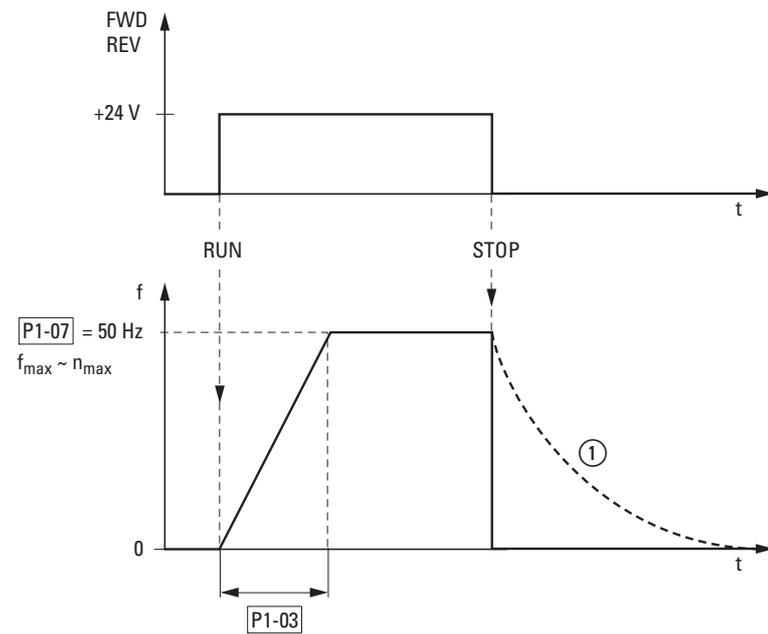

Abbildung 90: Start-Stopp-Befehl bei maximaler Sollwertspannung
Abbildung 90 zeigt beispielhaft den Verlauf, wenn das Freigabesignal (FWD/REV) angeschaltet wird und die maximale Sollwertspannung (+10 V) anliegt. Der Motor folgt in seiner Drehzahl der Ausgangsfrequenz, in Abhängigkeit vom Last- und Trägheitsmoment (Schlupf), von 0 bis  $n_{\text{max}}$ .
Wird im Betrieb das Freigabesignal (FWD, REV) abgeschaltet, so wird der Wechselrichter sofort gesperrt (STOP) und die Ausgangsfrequenz auf 0 gesetzt. Der Motor läuft ungeführt aus (siehe ① in Abbildung 90). Die Beschleunigungszeit wird in Parameter P1-03 eingestellt.